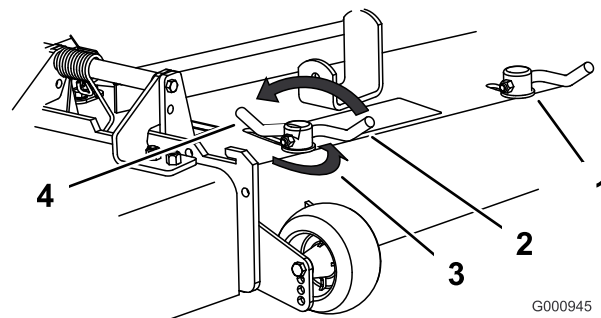

Figura 23
5. Spostate la leva sopra per serrare il deflettore e i blocchi delle camme (Figura 23).
3. Per regolare i blocchi delle camme alzate la leva e allentate i blocchi (Figura 23).